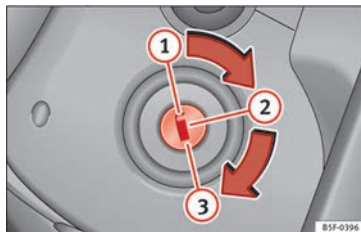

Abb. 156 Positionen des Zündschlüssels
In dieser Position » » Abb. 156 sind die Zündung und der Motor ausgeschaltet und die Lenkung kann gesperrt werden.
- Drehen Sie den Zündschlüssel in die Position »» **Abb. 156** . Beim Vorglühen des Motors leuchtet die Kontrollleuchte  auf.
- Drehen Sie den Zündschlüssel in die Position »» **Abb. 156 ①**.